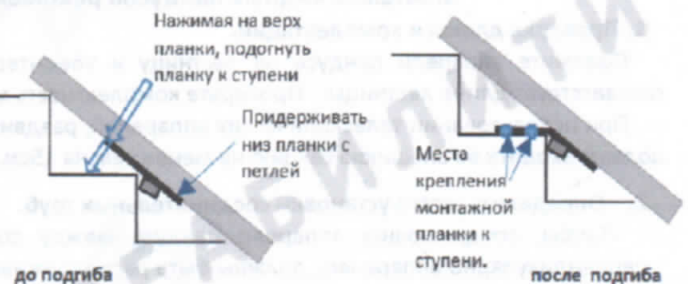

Рис. 4. Гибка и крепление монтажной планки к ступеням
Положить пандус соединительными трубами вниз на лестницу. Рекомендуется устанавливать пандус на расстоянии 10см. от стены, к которой будет подниматься пандус. В зависимости от необходимого расположения пандуса, расстояние может быть другое. Придерживая нижний край монтажной планки с петлей, согнуть монтажную планку таким образом, чтоб она плотно прилегла всей поверхностью к ступени (Рис.4)
6. Установить ручку и фиксатор пандуса к стене (рис.4.).